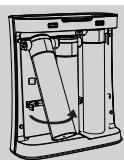

图4
- 4、将滤芯沿逆时针方向旋转90°（图4），滤芯无法拧动代表已安装到位。